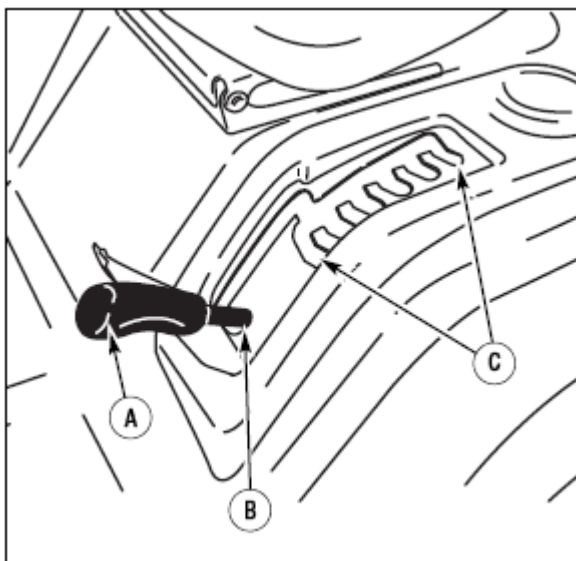

Рис. 35:
3. Переместите рычаг подъема деки в положение выравнивания (рис. 35).